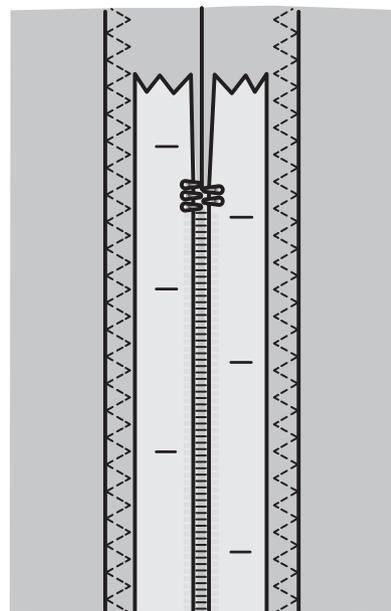

Abb. 1
2. Die restliche Naht, d. h. die Naht für den Reißverschluss, heften. Nahtzugaben nach außen bügeln. Den Reißverschluss mit der rechten Seite auf die linke Seite der Nahtzugabe legen, das Reißverschlussende dabei an der Reißverschlussöffnung des Stoffes anlegen. Die rechte Seite des Reißverschlusses mit Nadeln feststecken (s. Abb. 1).